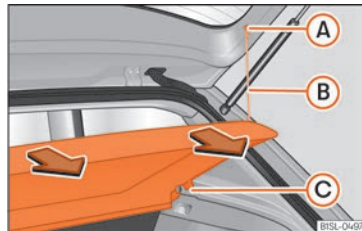

Abb. 95 Im Gepäckraum: Gepäckraumabdeckung aus- und einbauen.
- Hängen Sie die Haltebänder » Abb. 95 B aus den Aufnahmen A aus.